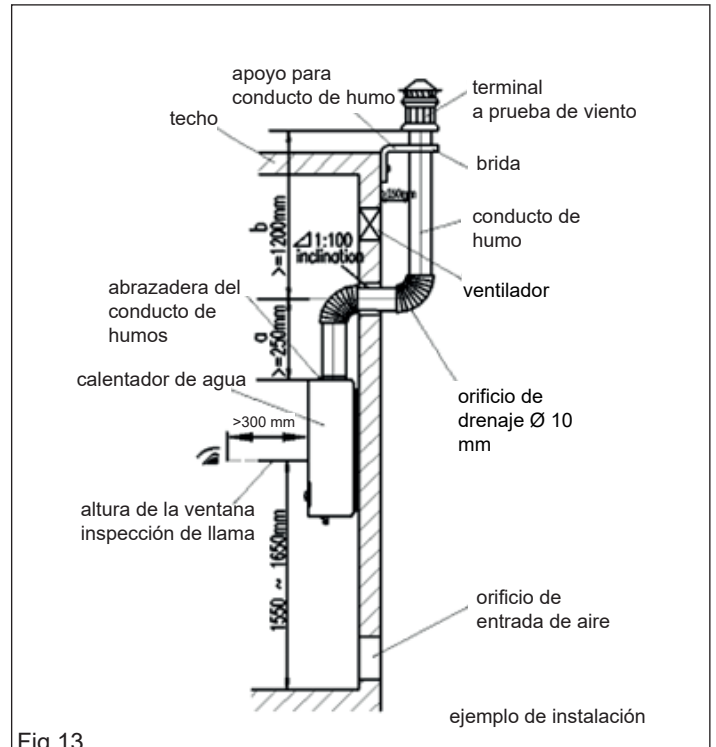

Fig.13
Siendo este aparato del tipo B11Bs, debe conectarse a una chimenea (Fig.13). Los requisitos detallados son los siguientes:
- En la salida de la chimenea se puede fijar un terminal antiviento (no suministrado), que no debe estar obstruido. Para prevenir la obstrucción del conducto, es obligatorio instalar estrictamente el conducto de descarga según la Fig. 13. Es muy importante mantener la dimensión  $1450 \text{ mm} \leq a + b \leq 1850 \text{ mm}$ . La estanqueidad de la conexión del conducto de la chimenea debe ser buena. Después de la instalación del conducto, verifique que el aparato funcione normalmente. Si el conducto de la chimenea debe atravesar materiales combustibles o una pared, es necesario utilizar material de protección térmica para rellenar el conducto de la chimenea con un espesor superior a 20 mm.
- No coloque materiales, especialmente inflamables, debajo, cerca o encima del producto (Fig. 16) y no obstruya la entrada de aire (Fig. 13).
- Para la descarga de los productos de la combustión, es necesario instalar una chimenea como se muestra en la Fig. 13, manteniendo limpio el aire en el interior del ambiente.